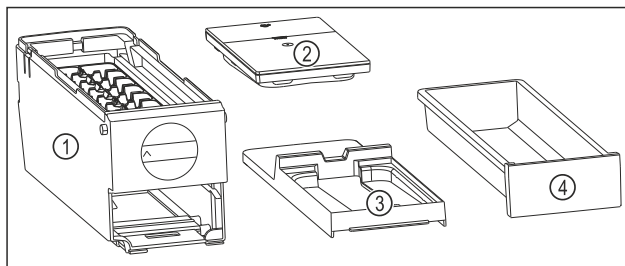

Fig. 106 Sastavni dijelovi sustava EasyTwist-Ice
- EasyTwist-Ice je rastavljen u četiri dijela. (pogledajte Fig. 106)
- Sustav EasyTwist-Ice rastavite samo u dijelove prikazane slikom. (pogledajte Fig. 106)
- Tijelo sustava EasyTwist-Ice Fig. 106 (1) čistite kao cjelinu.